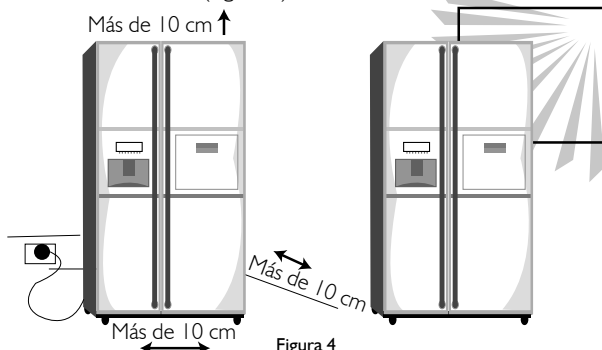

Figura 4
- Deje suficiente espacio entre la parte trasera del refrigerador y la pared para una buena ventilación. (Figura 4)
- Evite la exposición directa al sol. (Figura 4)